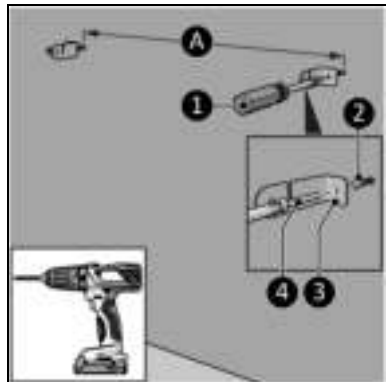

Abbildung 10
4. Bohren Sie mindestens 610 mm über dem Boden zwei Löcher für die Halterungen. Der Abstand zwischen den Löchern beträgt ungefähr (Abbildung 10, Pos. A)*:
5. Platzieren Sie die Wanddübel (Abbildung 10, Pos. 2).
6. Schrauben Sie eine linke und eine rechte Halterung (Abbildung 10, Pos. 3) mit einer großen Schraube (Abbildung 10, Pos. 4) mit einem Phillips Kreuzschlitzschraubendreher